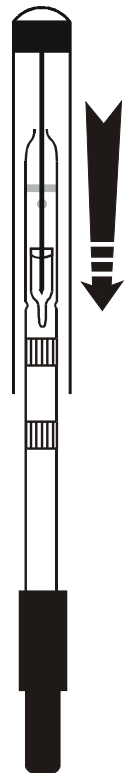

Abb. 1
- Die Ampulle mit dem Zerkleinerer zerkleinern (während die Röhre in einer vertikalen Position gemäß Fig. 1 gehalten wird). Schüttet den Inhalt ganz gut auf die Schicht.